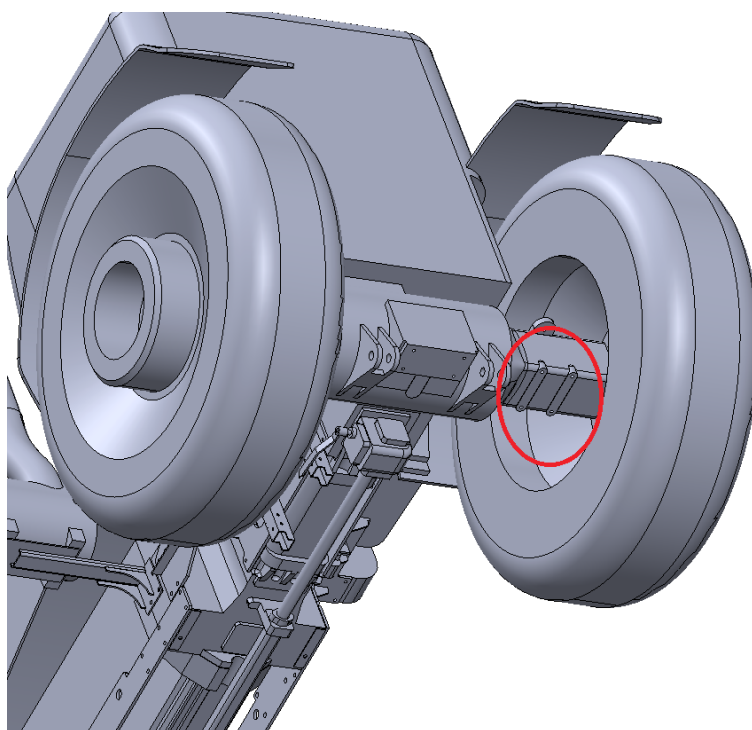
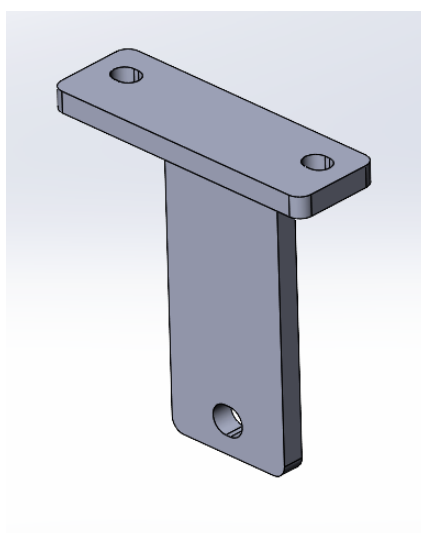

Рис. 7
Рис. 8
**б)** Далее на задние отверстия (Рис.7) на болты М16х50 устанавливаются левая и правая «Пятки» опорной конструкции (Рис.8):